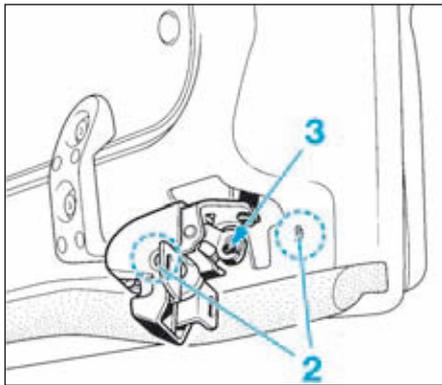

FIG. 154
- Déposer (Fig.154) :
- les deux vis (2).
- l'arrêt de gaine (3) de son logement sur le crochet.